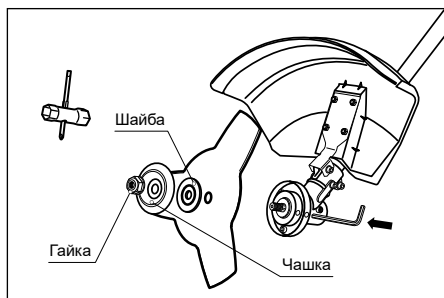

Рис. 9
3. Установите режущий нож на фланцевую шайбу. Убедитесь, что режущий нож правильно отцентрирован и лежит на проточке шайбы. Установите прижимную шайбу. Установите на вал чашку крепления (рис. 9).
5. Удерживая стопорный стержень одной рукой, надежно затяните гайку трубчатым ключом (входит в комплект), поворачивая ее против часовой стрелки (рис. 9).